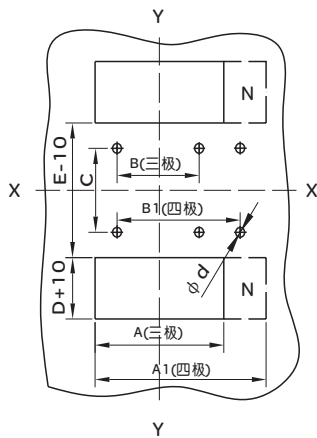

图10 插入式板后接线安装板开孔尺寸
(4) 插入式板后接线安装板开孔尺寸见图10（X-X、Y-Y为三极断路器中心）